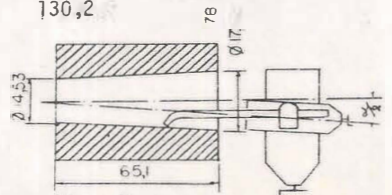

Fig. 3
- b) Calcular el desvío en grados del carro superior para torneear el cono interior de la fig. 3, datos: